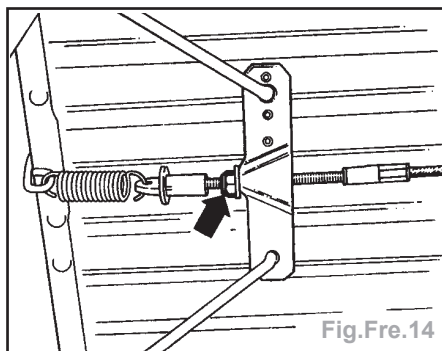
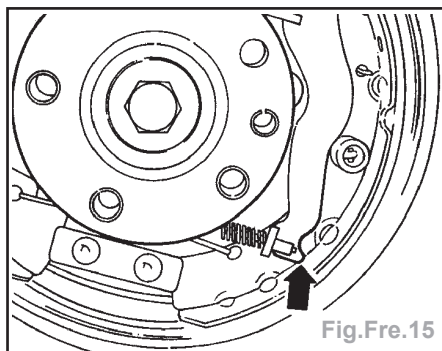
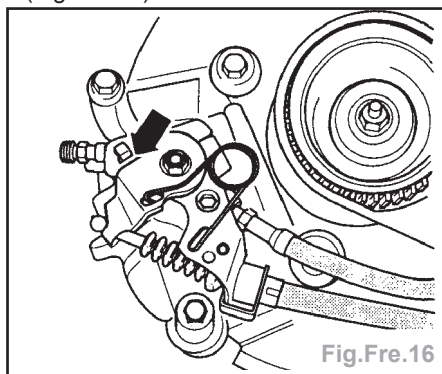

Fig.Fre.14
Fig.Fre.15
Fig.Fre.16
- Serrer l'écrou de rattrapage (flèche) (Fig.Fre.14) jusqu'à ce que les leviers de frein à main se soulèvent de **2 mm** des segments de frein (Fig.Fre.15).
- Le levier de frein à main étant en position de repos, serrer l'écrou de rattrapage du jeu (Fig.Fre.14) jusqu'à ce que les leviers (flèche) sur les étriers de frein se soulèvent de leur butée (Fig.Fre.16).